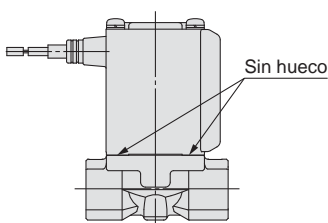
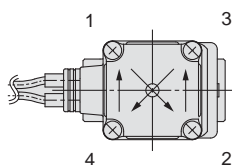

Fig.1
Fig.2
3) Presione el conjunto de bobina contra el cuerpo y apriete los tornillos dos o más giros diagonalmente (Fig. 2) en el estado que no haya espacios entre el conjunto de bobina y el cuerpo (Fig. 1.)
* Después de apretar los tornillos, asegúrese de que no haya espacios entre la bobina y el cuerpo (Fig. 1.)